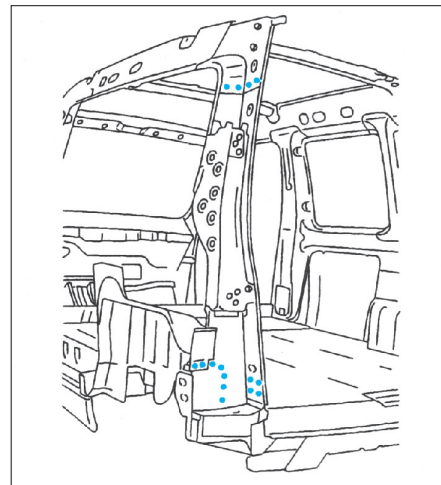

FIG. 159
- Souder par points électriques (Fig.159).